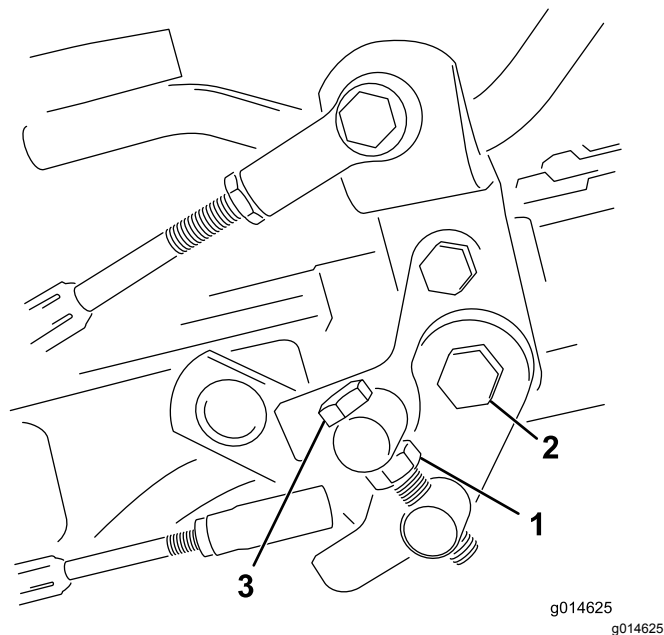

图48
1. 松开枢轴螺栓上的锁紧螺母**图48**。
4. 上紧枢轴螺栓上的锁紧螺母和踏板枢轴上的螺母锁定调整**图48**。检查调整情况、并按需要调整。